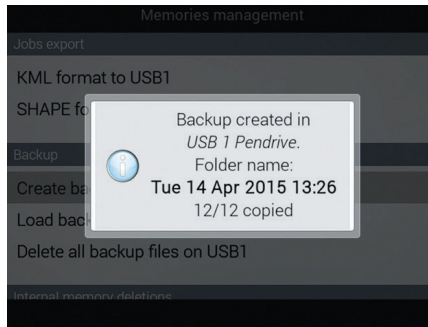

Fig. 284
- Ett bekräftelse-meddelande (Fig. 284) visas när processen är avslutad. Tryck **ESC**.
- Välj **Delete all backup files on USB1** (Fig. 284) och tryck **OK**. Datorn frågar om du vill bekräfta radering (**OK**: bekräfta, **ESC**: avbryt).